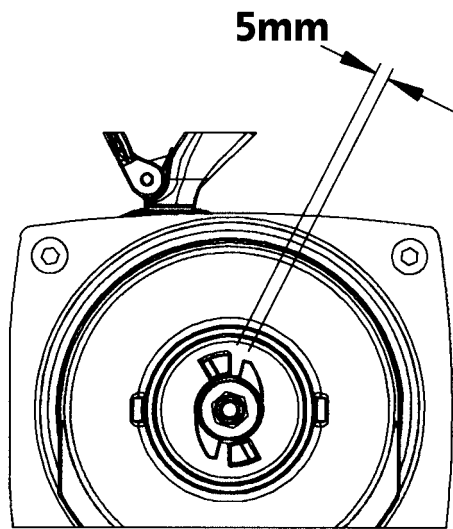

Figure 6 - Ajustement du frein
4. Glissez l'activateur sur l'arbre d'entraînement jusqu'à ce qu'il y ait un espace de 5 mm entre la surface plane de l'activateur et un arrêt sur la roue (voir la Figure 6 ci-bas). Maintenir la roue et l'activateur dans cette position et serrez fermement l'écrou de la roue.